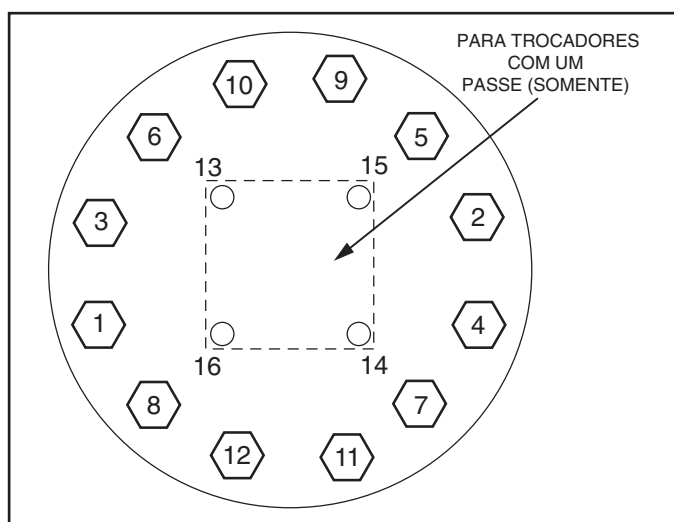

Figura 32 - Sequência de Aperto Recomendada dos Parafusos do Cabeçote do Evaporador
2. A sequência de aperto dos parafusos é descrita na Figura 32. Siga a numeração ou sequência de letras de modo que a pressão seja aplicada uniformemente ao O-ring.
Um suporte metálico estampado e parafusado nos apoios da plataforma do ventilador suporta cada conjunto de ventilador e motor. Um anteparo e uma grade de arame fornecem proteção contra o giro da hélice. Veja a Figura 32. A extremidade exposta do eixo do motor do ventilador é protegida contra intempéries com graxa. Se o motor precisa ser removido para reparo ou substituição, certifique-se de engraxar novamente o eixo do ventilador e reinstalar a proteção do ventilador.